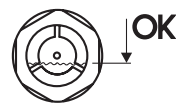

Figura 6:
- Inserire l'olio lentamente con l'ausilio della siringa. Ci vogliono da 5 a 10 minuti prima che l'olio raggiunga lo stesso livello in entrambi gli scomparti. La quantità di olio è giusta, quando il livello dell'olio stesso si trova nella terza parte inferiore del tubo di livello (Figura 6). La quantità di olio richiesta dipende alla posizione di montaggio, valori indicativi riportati nelle Tabelle 3 e 4.